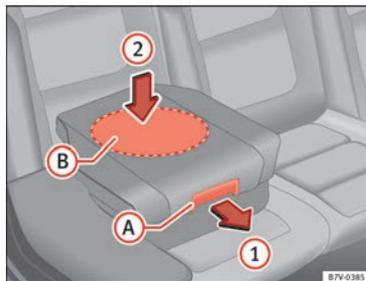

Fig. 33 Siège intégré pour enfants : abaisser l'assise.
- Tirez sur l'assise vers l'avant avec le levier de déblocage ⇒ fig. 33 A dans le sens de la flèche 1.